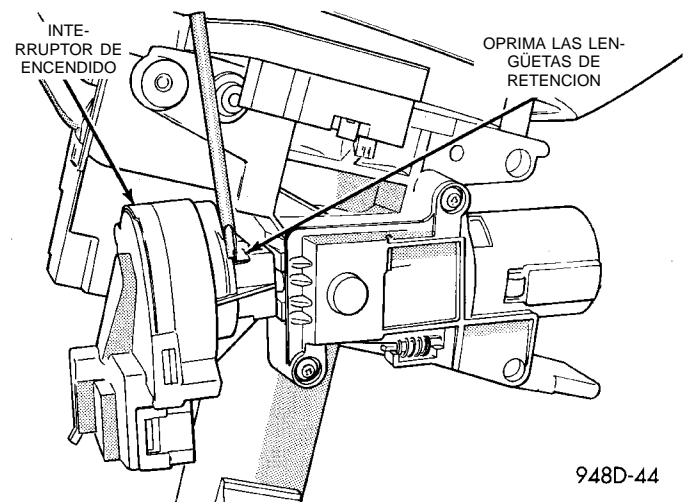

Fig. 43 Desmontaje del interruptor de encendido
- (6) Oprima las lengüetas de retención (Fig. 43) y extraiga el interruptor de encendido de la columna de dirección.